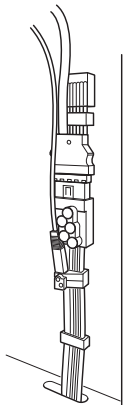

Fig. 9: Collegare il cavo CAN-Bus nel quadro di manovra.
9. Collegare il cavo CAN-Bus al quadro di manovra, vedi Fig. 9 e 10.2.